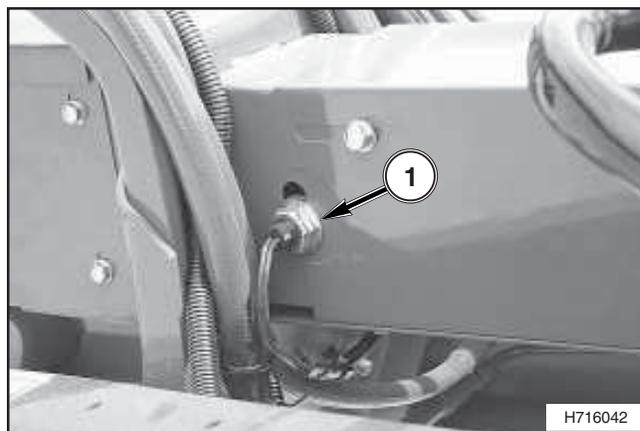

FIG. 4
FIG. 4: la presa è azionata dalla presa di forza del trattore. Il segnale del sensore (1) della presa di forza viene confrontato con il segnale del sensore di fasatura della pressa; se il confronto non ha esito positivo, si genera un allarme.